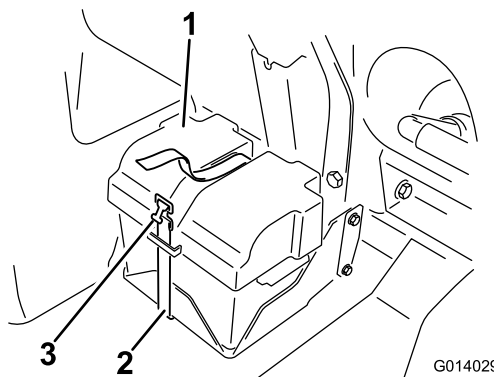

Figura 16
3. Staccate il coperchio della batteria (Figura 16) e scollegate il cavo negativo della batteria.
10. Usate la cinghia per fissare il coperchio alla cassetta della batteria (Figura 16).